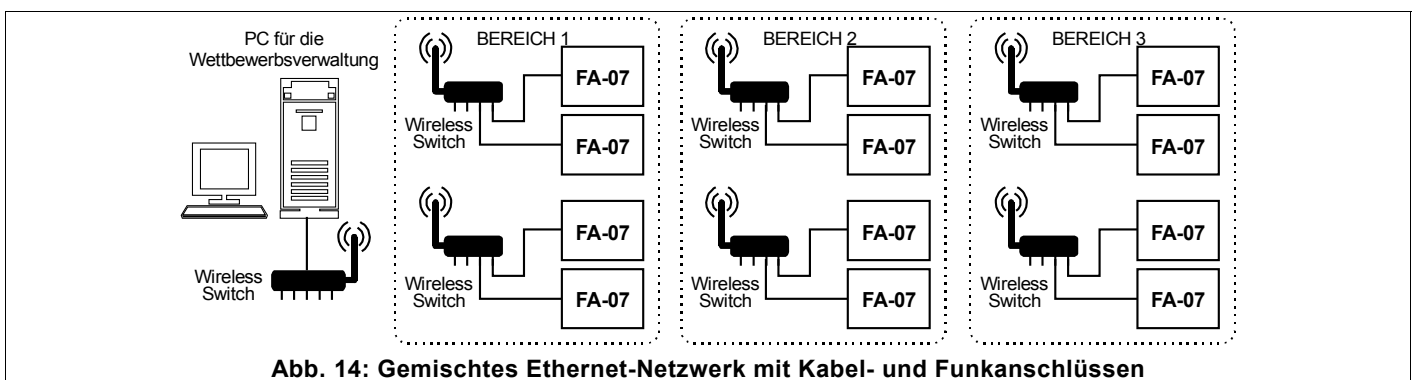

Abb. 14: Gemischtes Ethernet-Netzwerk mit Kabel- und Funkanschlüssen
2. Via Funk, unter Verwendung der Wireless Access Points, also kabellosen Anschlüssen. Wir empfehlen hier die Konfiguration mit einem Wireless Access Point mit 2 Ethernet-Ports, an welche die beiden **FA-07 Meldegeräte** von 2 nebeneinander liegenden Fechtbahnen angeschlossen werden; auf diese Weise kann eine einzige 12V Autobatterie die beiden Geräte und den Access Point versorgen, sodass weder Stromkabel noch Netzkabel verwendet werden müssen. Siehe Abb. 14.